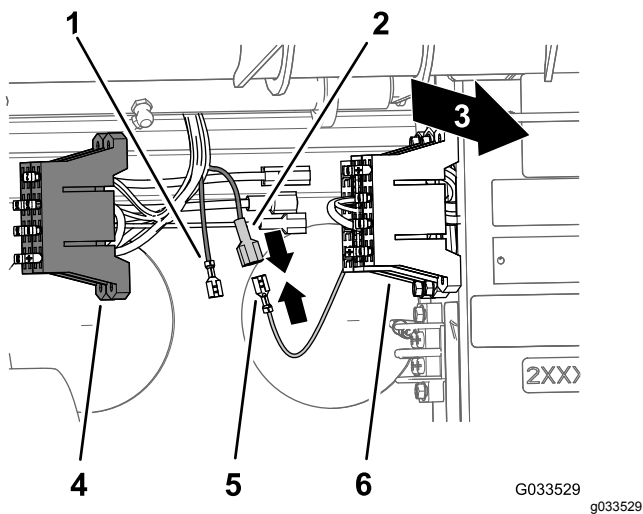

図 25
2. 車両用のヒューズブロックの黄色い電源線の端部についている絶縁されていないソケット端子と、スプレーヤの配線用のヒューズブロックの黄色いオプション電源線の端部についている絶縁されたブレード形の端子を探し出す 図 25。
3. 車両ヒューズブロックの絶縁されていないソケット端子を、スプレーヤのヒューズブロックの絶縁されたブレード形の端子に接続する (図 25)。